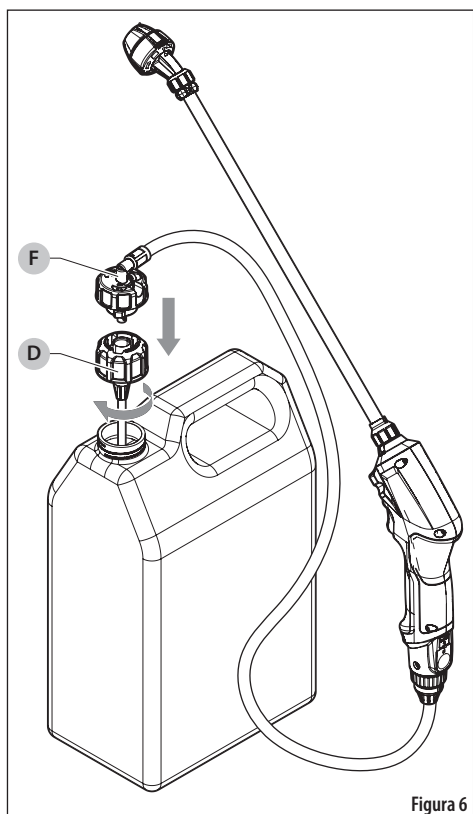

Figura 6
La tapa con adaptador universal (D) conecta la varilla de presión a cualquier botella de 38 mm con producto listo para usar, que esté etiquetada para usarse con este atomizador. Vea la Figura 6.
1. Inserte el tubo de nivel en la tapa RTU (D) en la botella de su elección. Gire la tapa en el sentido de las agujas del reloj hasta que esté asegurada a la botella.
2. Alinee las pestañas del conector de la manguera (F) con la tapa RTU (D), empuje el conector de la manguera en la tapa RTU hasta que se detenga.